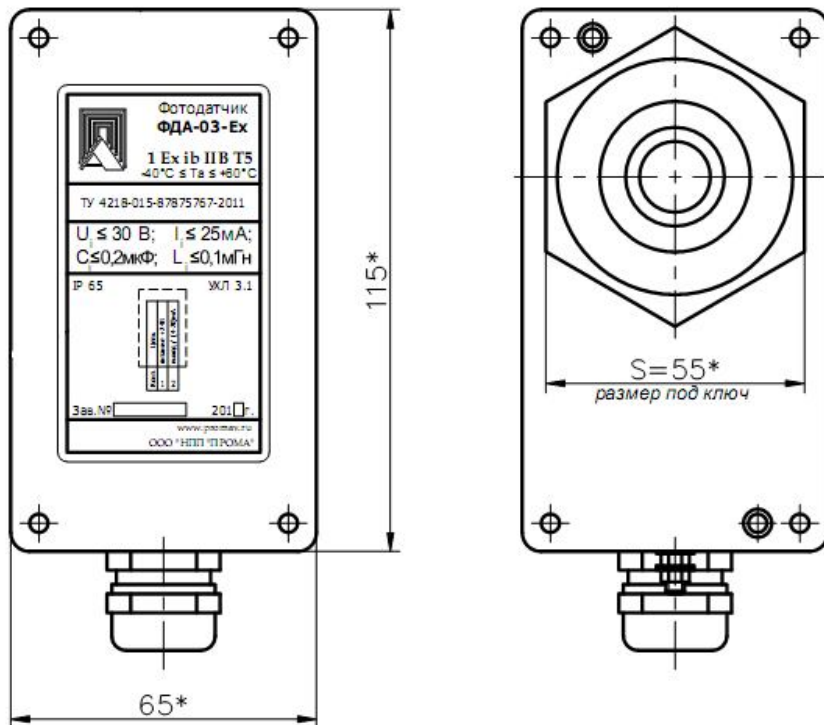

Рис.1 Общий вид прибора ФДА-03-Ех.
Фотодатчик выполнен в моноблочном исполнении в металлическом корпусе. Общий вид фотодатчика представлен на рис.1.
8.1.2. Механическое крепление ФДА-03-Ех на объекте возможно на любой плоскости монтажной накладной гайкой M48x1,5 (S=55) Рис.1 на трубе Ду=40.